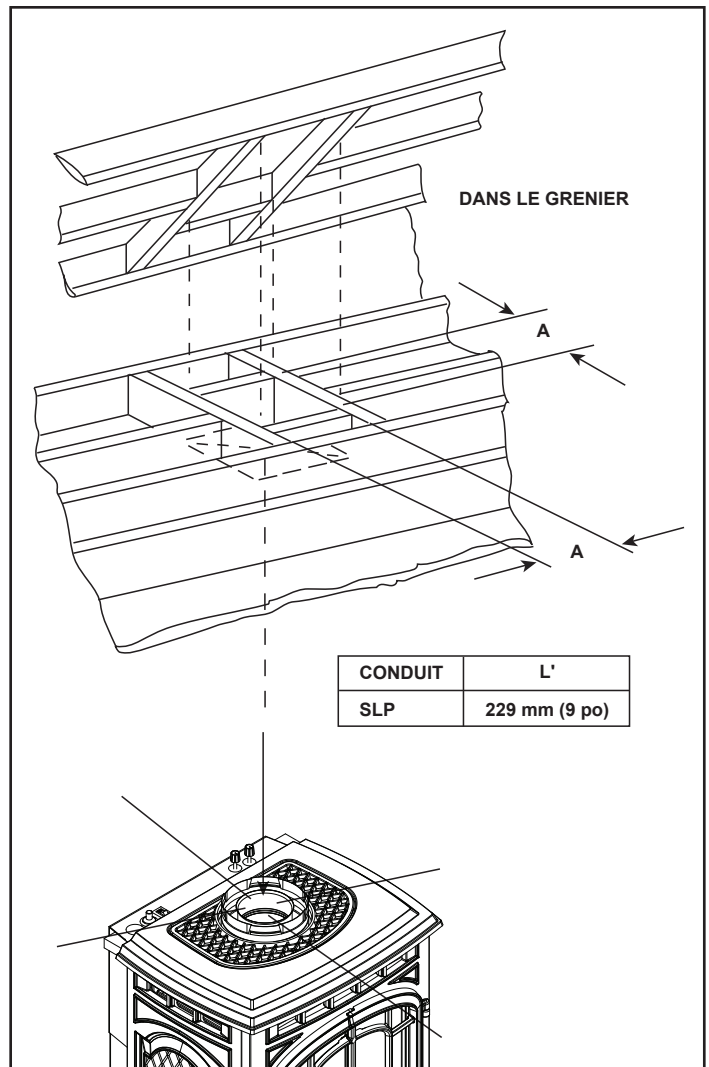

Figure 5.3 Installation du coupe-feu de grenier
- **Conduit SLP** – Bâtir une charpente pour une ouverture de 229 mm par 229 mm (9 po par 9 po) toutes les fois que le conduit d'évacuation traverse un plafond ou un plancher (consulter la figure 5.3).